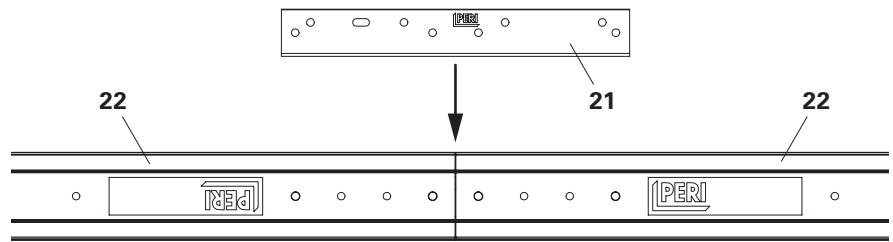

Fig. A6.03
2. Inserire la giunzione MP MB 24 (**21**). (Fig. A6.03)